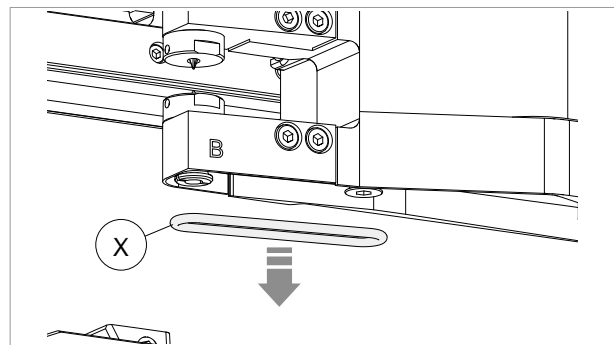
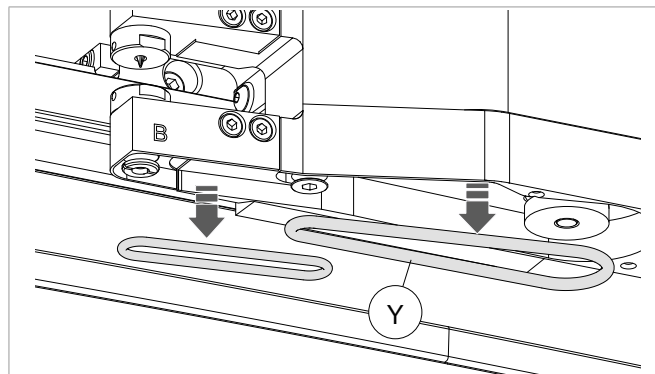

Fig. 156
Fig. 157
- 2) Open het veiligheidsscherm (C).
- 5) Verwijder de te vervangen riem (Fig. 156 of Fig. 157).